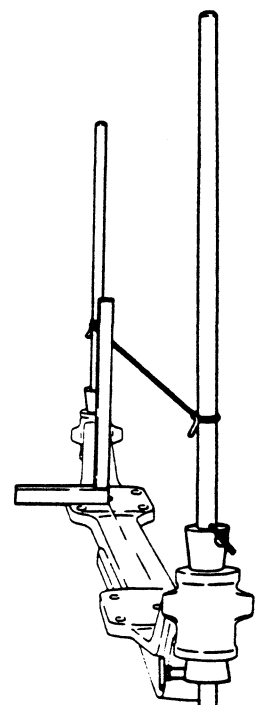

Fig. 4
5. Span een touwtje tussen de meetstokken en plaats een winkelhaak op het aspad. Aan de hand van de diameter van het torenboutgat en de diameter van de meetstokken kan de kromheid van het aslichaam bepaald worden (Fig. 4).